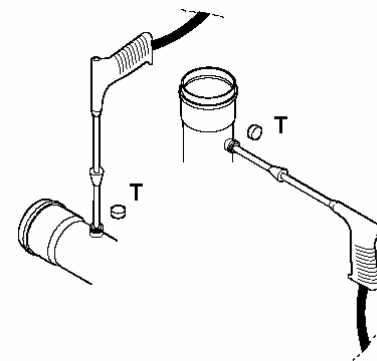

Рис. 5.d
1. снимите заглушку Т, расположенную в инспекционной секции трубы для отвода дымовых газов (рис. 5.d);